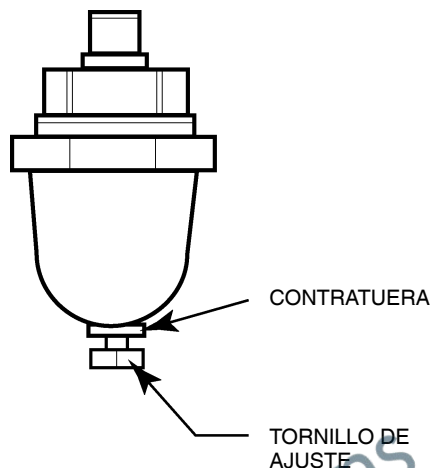

FIGURA 2 VÁLVULA DE MODULACIÓN
2. Extraer el tapón de plástico de 6 mm (1/4") de la conexión en T (18) en la válvula del regulador. Conectar un manómetro a este puerto.
3. Aflojar la contratuerca del tornillo de ajuste y retirar el tornillo de ajuste 3 vueltas. Consultar la figura 2.
7. Mientras se mantiene la presión de descarga nominal, girar el tornillo de ajuste en la válvula de modulación (consultar la figura 2) hasta que en el manómetro de prueba se registre: